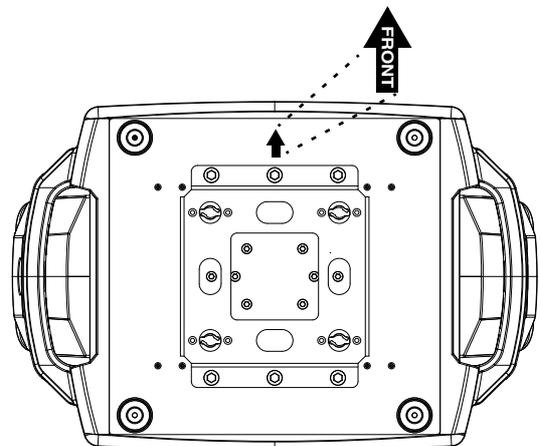

Figure 5 : Avant de l'appareil
4. Interdisez l'accès sous la zone de travail. Voir Figure 5. Notez la position de la flèche indiquant l'AVANT sur la base de l'appareil. En travaillant à partir d'une plate-forme stable, accrochez l'appareil sur le pont avec la flèche indiquant la partie AVANT face à la zone à éclairer. Serrez fermement les colliers de fixation.